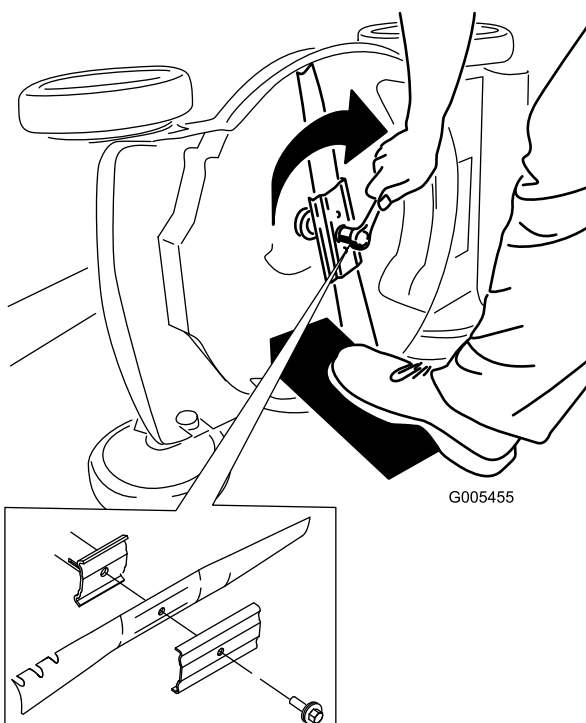

Figura 30
5. Montate la nuova lama usando la bulloneria di montaggio (Figura 30).